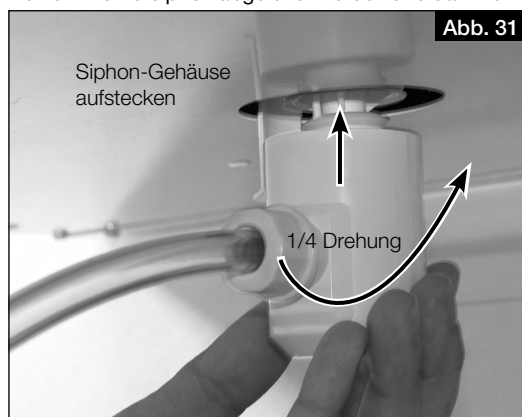

Abb. 31
5. Siphon-Gehäuse aufstecken und mit einer 1/4-Drehung im Befestigungsteil einrasten lassen (s. Abb. 31). Darauf achten, dass die Schwimmerkugel lose im Gehäuse liegt!